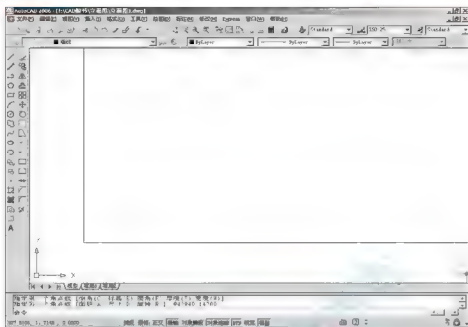

图 4.2 执行【分解】命令后的结果
(1) 设置【墙线】图层为当前层。
(2) 单击【绘图】工具栏上的【矩形】图标, 启动【矩形】命令。
① 在指定第一个角点或[倒角(C)/标高(E)/圆角(F)/厚度(T)/宽度(W)]:提示下,在屏幕的左下角单击任意一点作为矩形的第一个角点。
② 在指定另一个角点或[面积(A)/尺寸(D)/旋转(R)]:提示下,输入“@42840,14700”后按Enter键结束命令。42840mm是外墙皮到外墙皮的尺寸,14700mm是室外地坪到檐口的距离。
③ 由于新建图形距眼睛比较近,所以只能看到图形的局部,如图4.2所示。下面利用【范围缩放】命令将其推远,输入“Z”后按Enter键,再输入“E”后按Enter键。